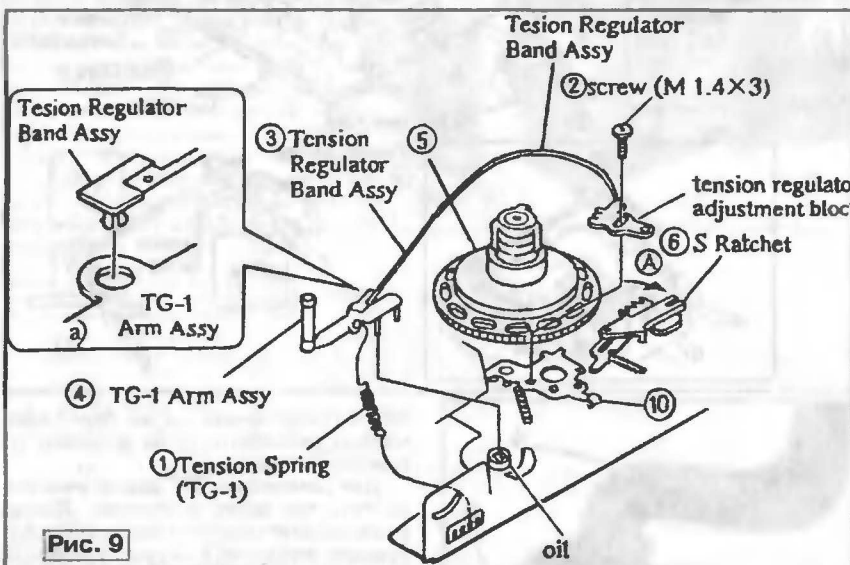

Рис. 9
В процессе эксплуатации видеокамер нередко возникает нарушение постоянства скорости протяжки ленты, вызванное загрязнением или отклеиванием фетровой полоски ленточного тормоза узла обратного натяжения подающего подкатушника. Этот узел демонтируют, ориентируясь на рис. 9. Сначала удаляют пружину узла натяжения 1 (787). Затем, предварительно отметив иглой положение первого наконечника ленточного тормоза 3 (tension regulator adjustment blok) на пластине RVS arm 10 и удалив винт 2, снимают наконечник с пластины. Повернув храповик 6 в направлении стрелки А, удаляют ленточный тормоз с подающего подкатушника 5 (777). При этом необходимо соблюдать осторожность, чтобы не повредить очень тонкую металлическую пластину ленточного тормоза. Далее снимают рычаг 4 с подвижного шасси LS и вынимают из него втулку второго наконечника крепления ленточного тормоза (рис. 9, а). И наконец удаляют подающий подкатушник 5, освободив три защелки в его верхней части.